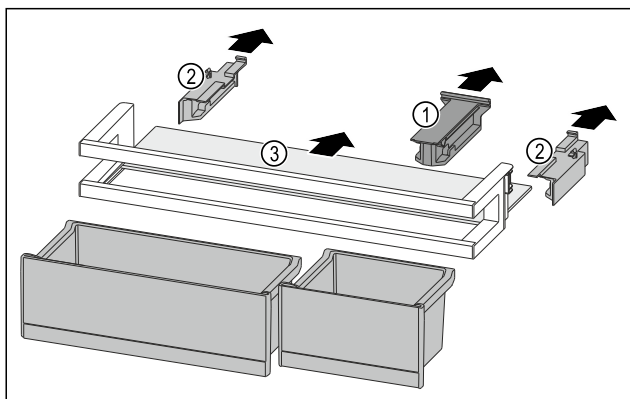

Fig. 92
- Haltebohle Fig. 92 (1) abziehen.
- Seitenteile Fig. 92 (2) abziehen.
- Abstellfläche Fig. 92 (3) entnehmen.